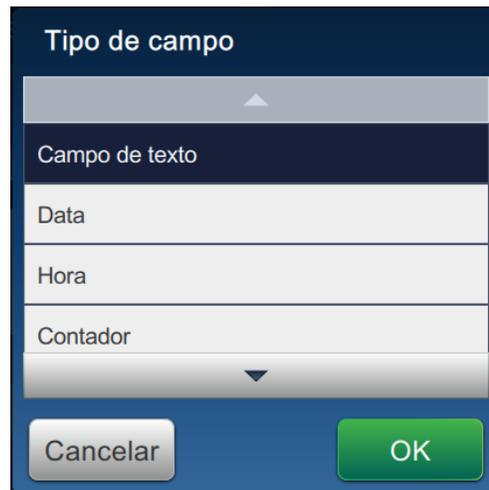

Figura 5-4: Adicionar opções de campo
7. Toque no botão  e selecione as opções necessárias para adicionar campos, como mostra a Figura 5-4.
1. Toque na lista suspensa  e selecione *Texto*, como mostra a Figura 5-4 na página 5-4.